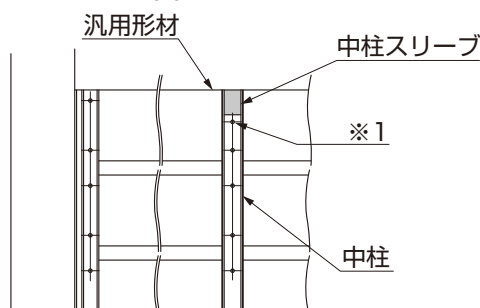

図5-7
- 汎用形材を中柱に取付けの際、中柱スリーブを避けて取付けてください。(※1)(図5-7参照)